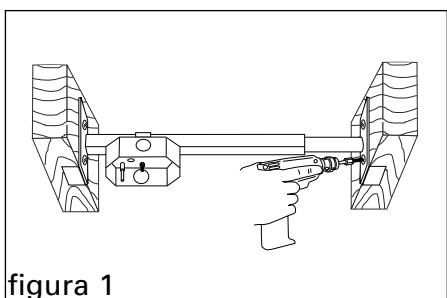

figura 1
1. Usando los cuatro tornillos provistos, Monte la Saf-T-Bar® a la vigueta del techo (figura 1).